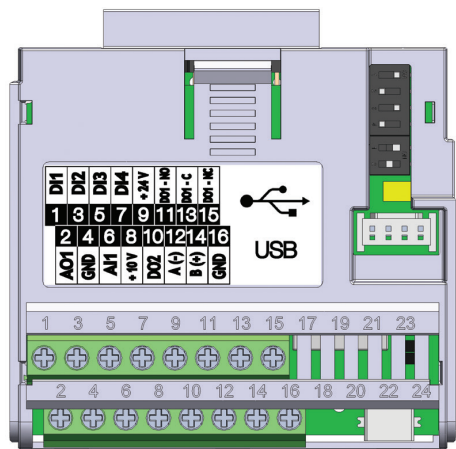

Figura 17.3: Módulo plug-in CFW500-CUSB
El módulo plug-in CFW500-CUSB tiene la interfaz Serial (1) a través de la puerta RS485 en los bornes 12(A-) y 14(B+), así como la interfaz Serial (2) a través de la puerta USB en el conector estándar mini USB (mini B), vea la Figura 17.3 en la página 17-1.